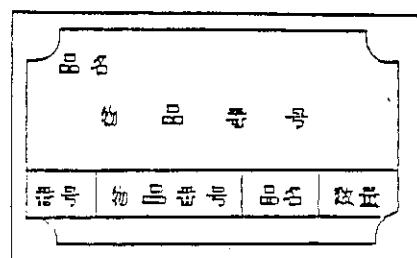

図4 4種銘板
- 4) 4種銘板は、器材等の構成部品名称及び物品番号等を表示する（図4参照）。